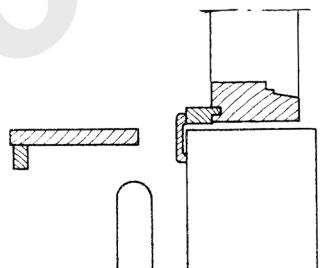

Fig. 12.
- 12 Når spalten er noe knapp (5 cm), kan det være fordelaktig med en forkantlist på undersiden av vindusbrettet, fig. 12.